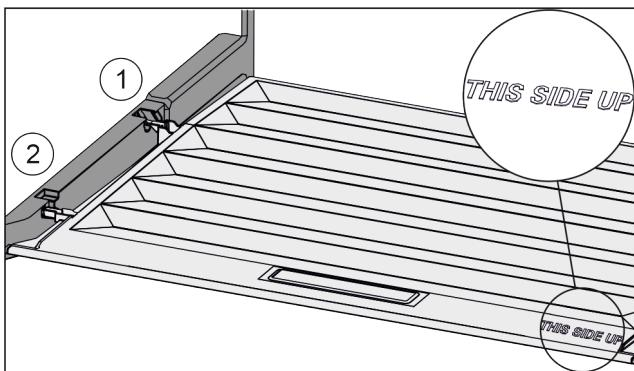

Fig. 153
- Пъхнете шийките на капака през отвора в задния държач Fig. 153 (1) и фиксирайте отпред в държача Fig. 153 (2).